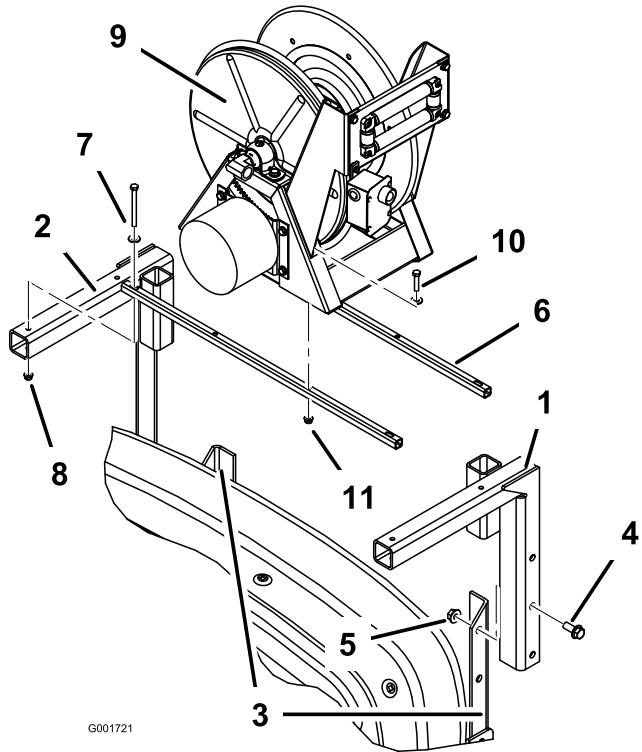

Bild 3
- 3. Befestigen Sie die zwei Befestigungsrohre der Schlauchtrommel mit vier Schrauben (5/16" x 3-1/2"), Flachscheiben (Außendurchmesser von 11/16") und Bundmuttern (5/16") oben an den Schlauchtrommelaufnahmen (Bild 3).
- 4. Befestigen Sie die Schlauchtrommel mit vier Bundbolzen (5/16" x 1-1/2"), Flachscheiben (Außendurchmesser von 7/8") und Bundmuttern (5/16") an den Befestigungsrohren der Schlauchtrommel (Bild 3). Ziehen Sie die Befestigungen nicht ganz fest an, um eine spätere Einstellung zu ermöglichen.
- 2. Befestigen Sie die rechte und linke Schlauchtrommel-aufnahmen am Heck der Maschine am Auslegerrahmen, wie in Bild 3 dargestellt. Befestigen Sie die Aufnahmen mit vier Bundbolzen (1/2" x 1-1/4") und vier Bundmuttern (1/2") am Auslegerrahmen.